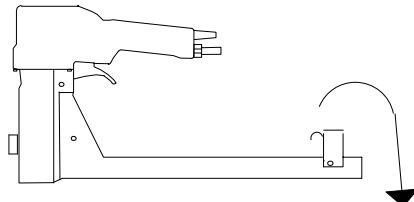
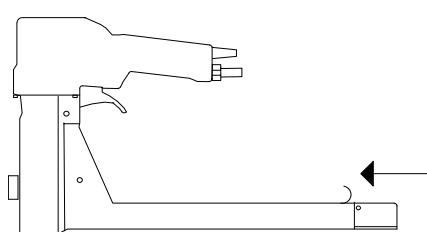

Fig 5
Fig 6
- E** Grasp the pusher and let the magazine breech down to close the breech catch again (Fig. 5). Slide the pusher *gently* forwards, until it touches the staples (Fig. 6).
- D** Greifen Sie den Bügel des Klammerschiebers und kippen Sie das Magazinverschlußstück nach unten bis es einrastet (Fig. 5). Führen Sie den Schieber *vorsichtig* nach vorn, bis er hinten an den Klammern anliegt (Fig. 6).
- S** Fatta fingergreppet igen och fäll ned det helt tillsammans med slutstycket, så att slutstycksspärren går i ingrepp (Fig. 5). Fingergreppet föres *varsamt* framåt, till frammataren berör klammerna (Fig. 6).
- F** Saisissez de nouveau le poussoir et rabattez le fermoir jusqu'à ce que le cliquet s'engage (Fig. 5). Avancez le poussoir *avec précaution* jusqu'à ce qu'il touche les agrafes (Fig. 6).